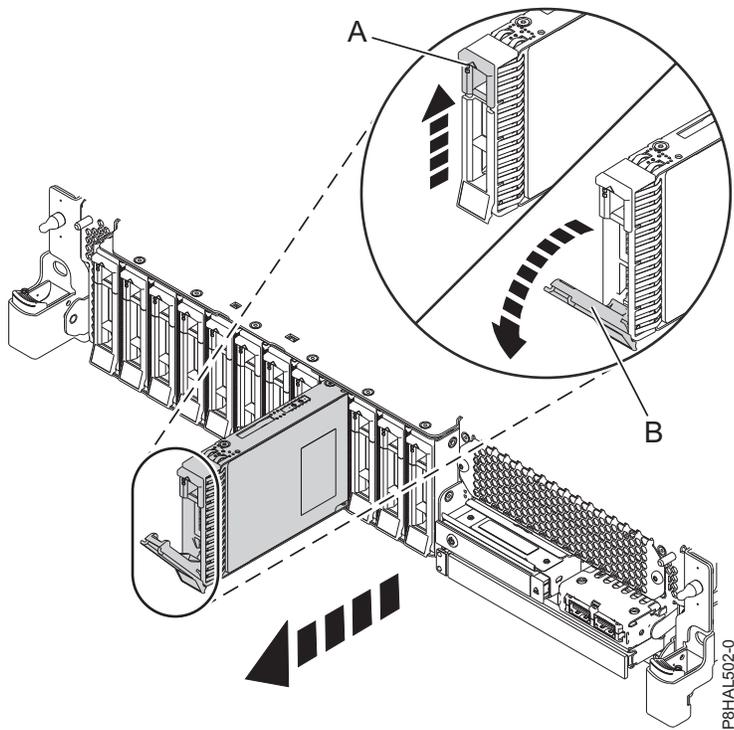
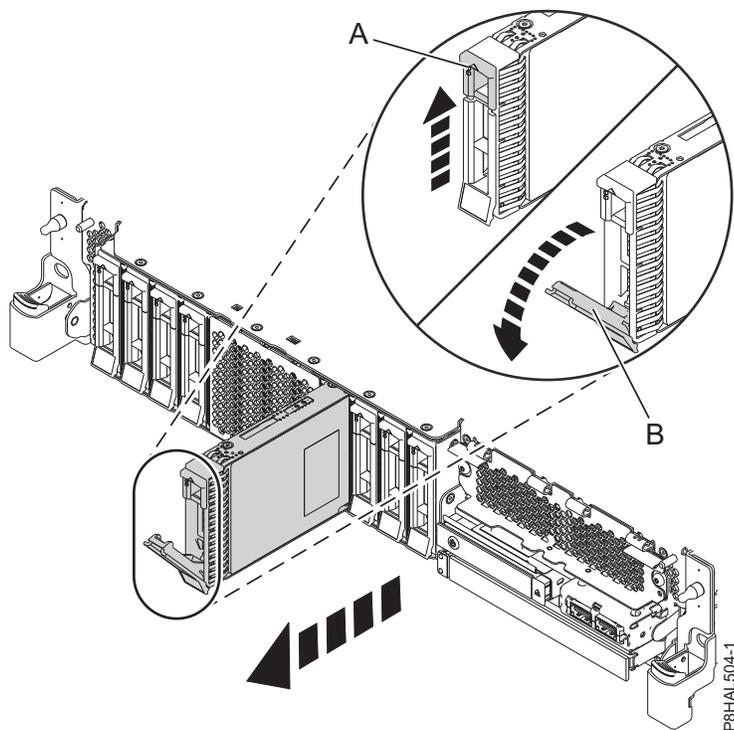

Figure 40. Retrait d'une unité de disque d'un système à fonction de base
Figure 41. Retrait d'une unité de disque d'un système à fonction étendue
3. Déverrouillez la poignée de l'unité (**B**) en appuyant dessus (**A**) et en la tirant vers vous. Voir : figure 40, à la page 44 et figure 41, à la page 44. Si la poignée n'est pas complètement sortie, vous ne pouvez pas retirer l'unité SSD du système.